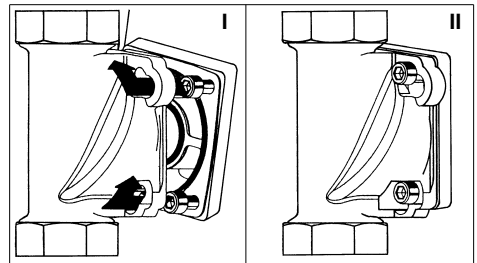

Fig. 6: Bride rotative de montage avec baïonnette
- Le présenter sur la bride rotative de montage de manière à ce que les têtes de vis traversent les alésages à baïonnette (cf. fig. 6 I).
- Repousser l'adoucisseur isolé de 30° environ dans le sens des aiguilles d'une montre et serrer les quatre vis à six pans creux (cf. fig. 6 II).